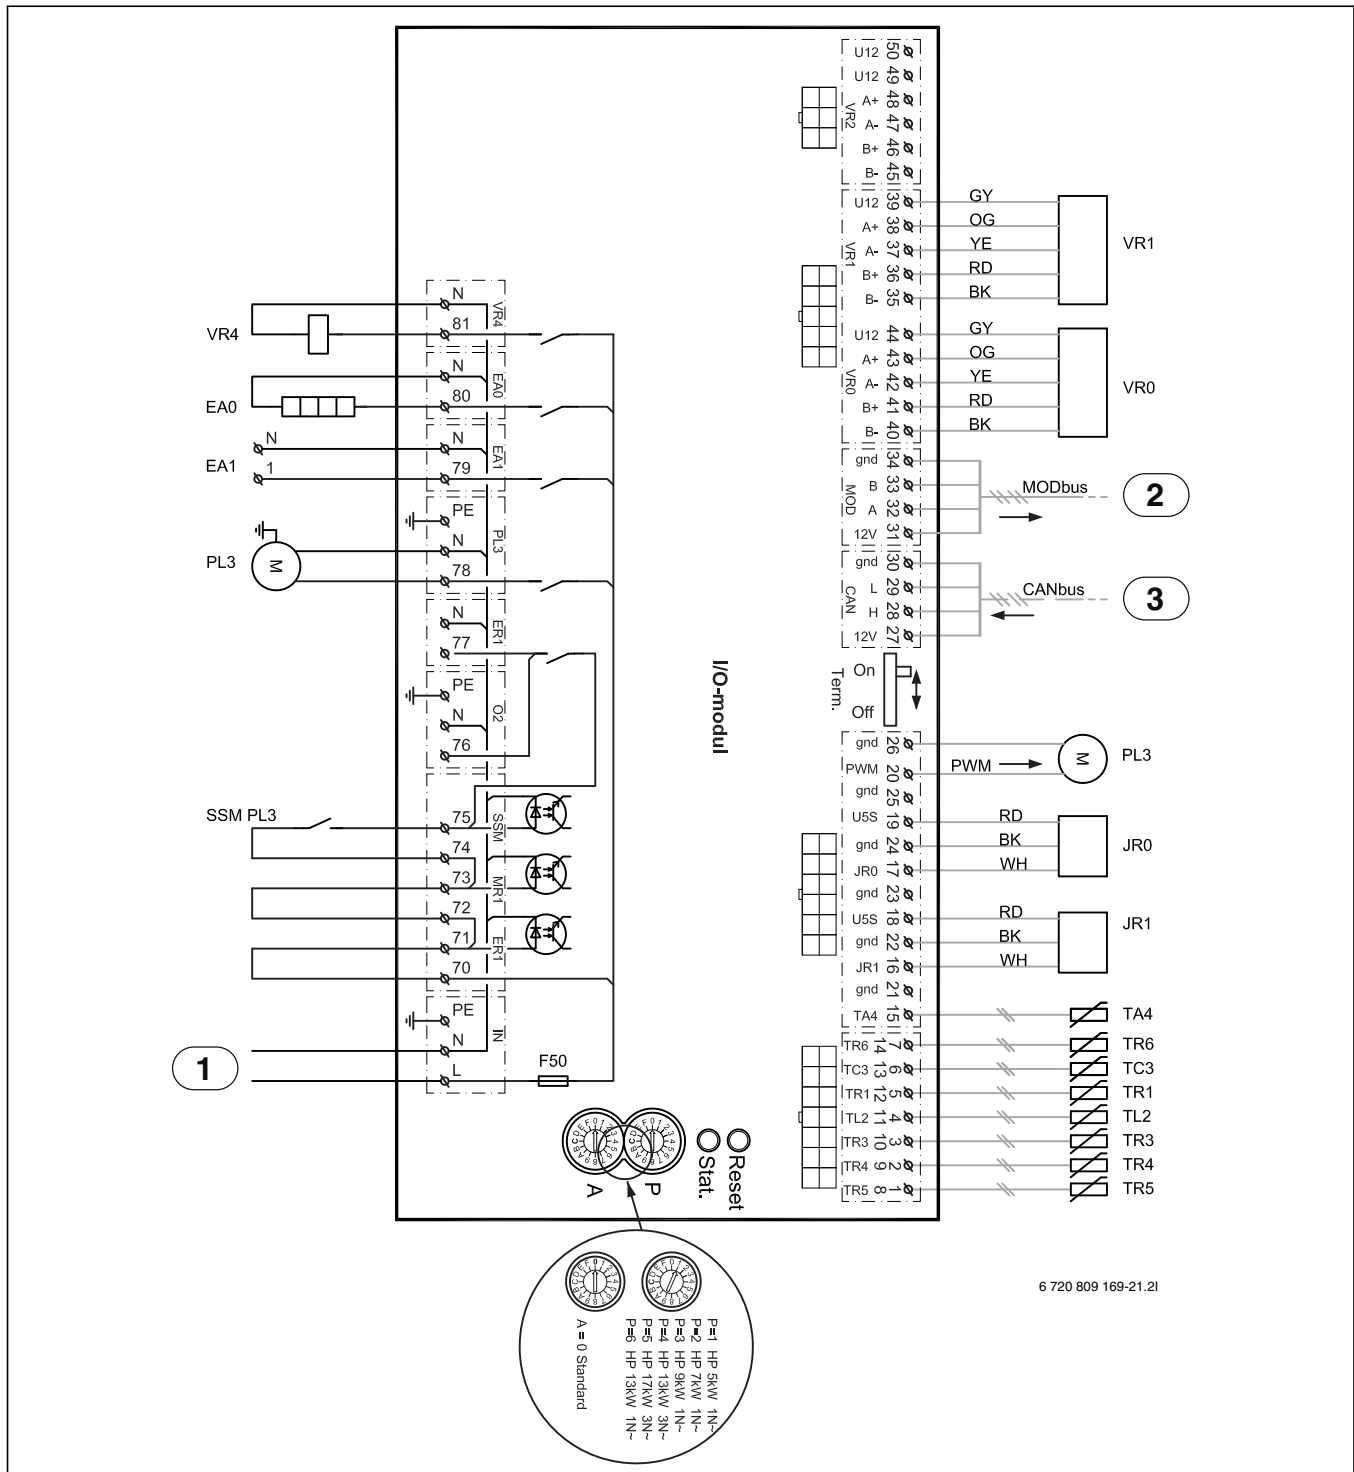

Рис. 86 Электросхема платы модуля ввода/вывода
- [3] MOD-BUS к плате модуля ввода/вывода ([2] Рис. 86)
- [4] Напряжение к плате модуля ввода/вывода ([1] Рис. 86)